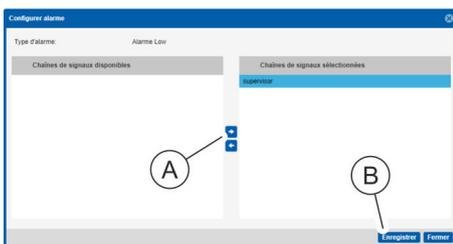

Fig. 129 : Fenêtre « Configurer alarme »
7. Sélectionner une chaîne de signaux dans la fenêtre « Configurer alarme » et la déplacer au moyen du bouton « → » (Fig. 129 /A) dans le champ « *Chânes de signaux sélectionnées* ». Appuyer sur le bouton « *Enregistrer* » (Fig. 129 /B) pour confirmer la sélection.